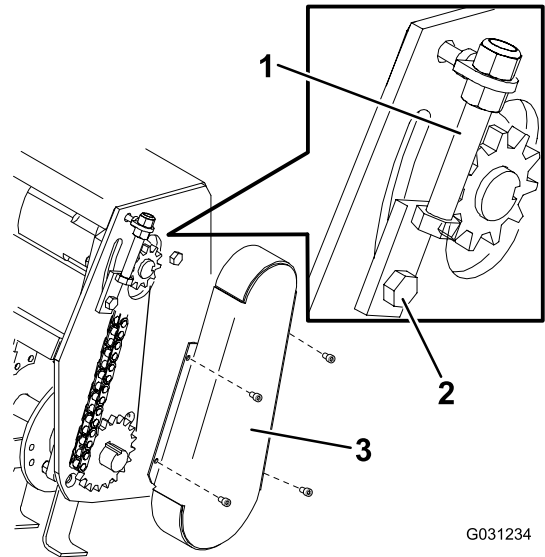

Figura 6
3. Retire la cubierta de la cadena de transmisión (Figura 6).
4. Afloje los 2 pernos de la placa de montaje del motor hidráulico (Figura 6).
5. Usando el perno de ajuste, mueva el motor hidráulico hacia arriba para tensar la cadena de transmisión (Figura 6).
6. Una vez establecida la tensión correcta de la cadena, apriete el perno de ajuste y los pernos de la placa de montaje del motor hidráulico (Figura 6).